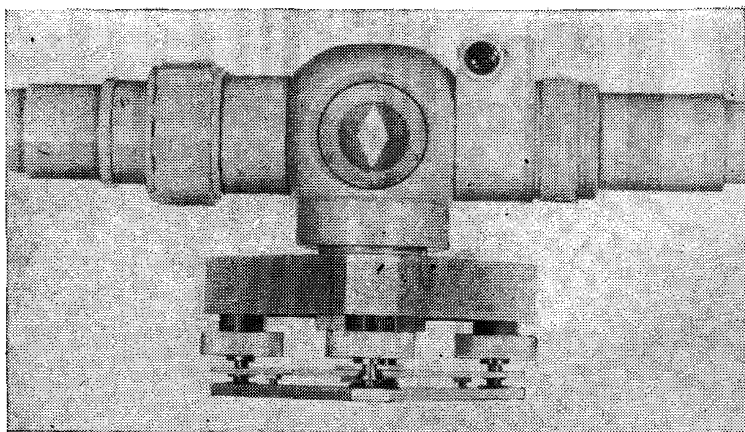

Рис. 7. Рейка Bala
2.16. Рейка BALA (рис. 7) в сочетании с точными теодолитами предназначена для определения расстояний короткобазисным параллактическим методом и используется при проложении ходов полигонометрии 1-го и 2-го разр. и измерении базисов фотостанций при производстве фототеодолитной съемки.